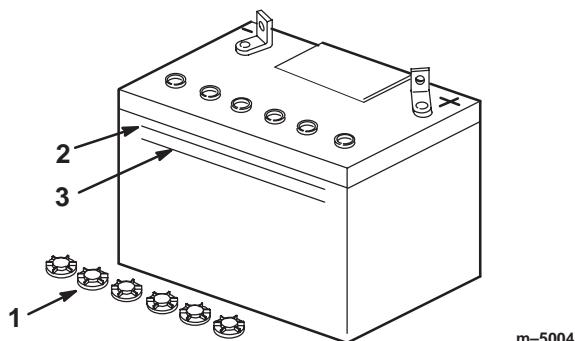

Figure 7
3. Enlevez les bouchons d'aération de la batterie (Fig. 7).
4. Versez lentement de l'électrolyte dans chaque élément jusqu'au trait **supérieur** (Fig. 7) sur le côté de la batterie.
5. Attendez cinq à dix minutes après avoir rempli les éléments. Ajoutez de l'électrolyte au besoin, pour amener le niveau au repère **supérieur** (Fig. 7) sur le côté de la batterie.